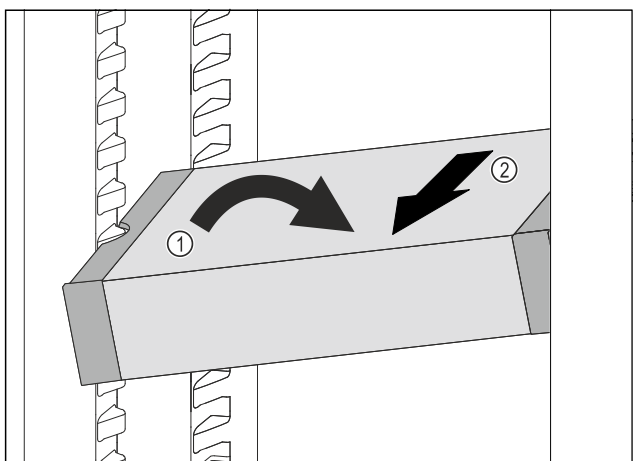

Fig. 117
- ▶ Stil VarioSafe på skrå ind i kølesektionen. Fig. 117 (1)
- ▶ Tag VarioSafe ud fremefter. Fig. 117 (2)